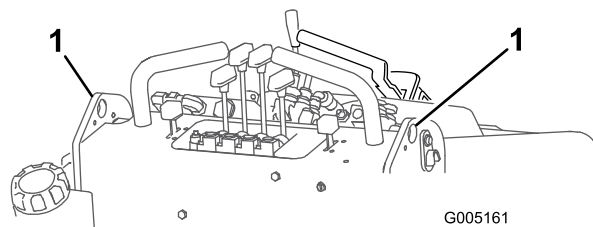

Figure 11
2. Soulevez le groupe de déplacement en utilisant les deux points de levage (Figure 11) et placez-le sur une remorque.